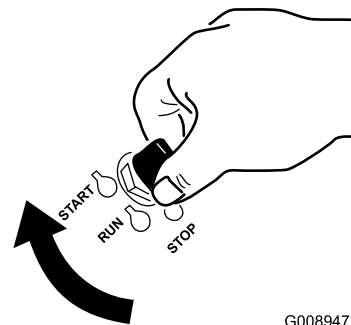

図 16
1. 始動キーを Start 位置に回す (図 16)。エンジンが始動したら、キーから手を離す。
6. 始動キーを Start 位置に回す（図 16）。エンジンが始動したら、キーから手を離す。